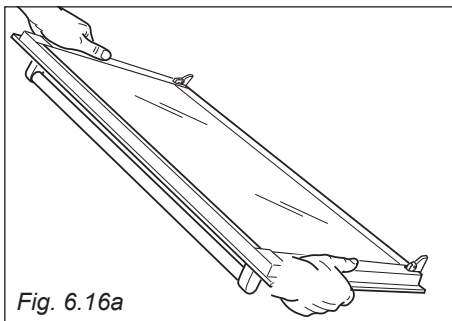

Fig. 6.16a
1. Hold the door firmly (fig. 6.16a).